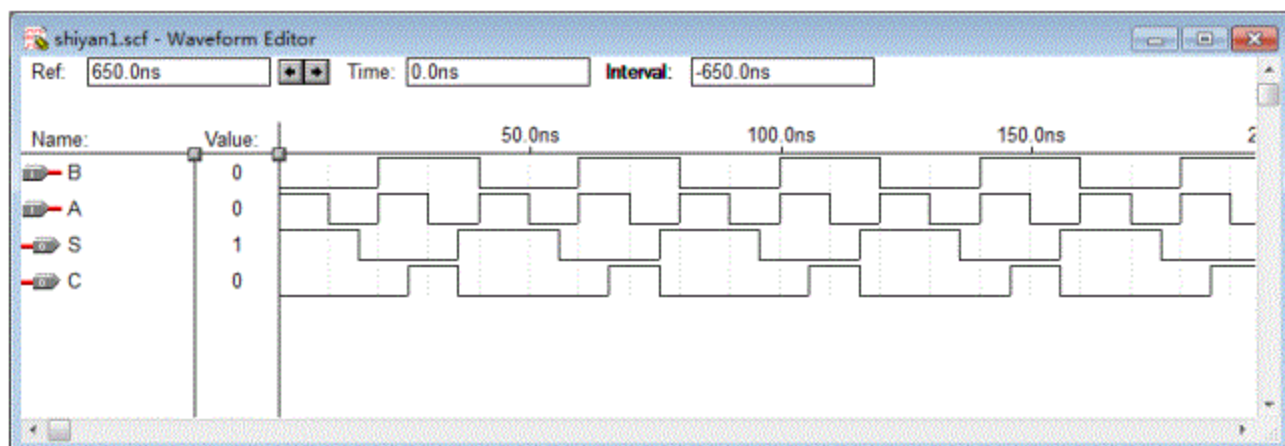

图 1.6 仿真波形窗口
8. 输入波形设置和波形仿真。运行菜单命令下的 Options 下的 Grid Size 进行栅格尺寸设置。对 A、B 设置不同的时钟。运行菜单命令下的 MAX+plus II 下的 Simulator，打开仿真窗口，点击单击 Start 进行仿真，仿真器窗口如图 1.6 所示。